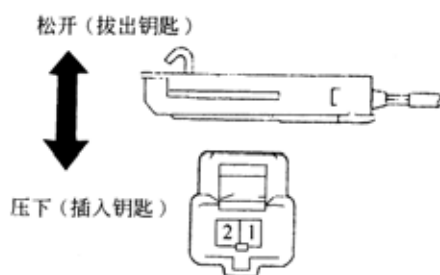

图 9-200
- 6) 检查未锁报警开关总成的导通性，如图 9-200 所示，应符合表 9-84 所示要求。